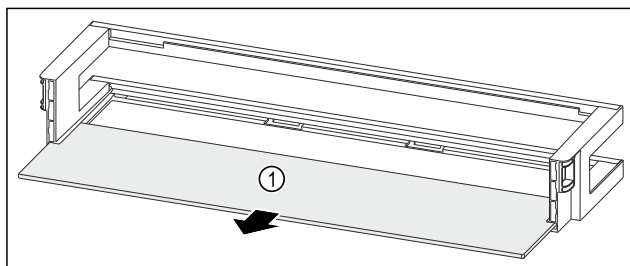

Fig. 95 Türabsteller mit Abstellfläche
- Abstellfläche Fig. 95 (1) entnehmen.